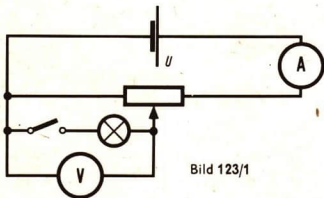

Bild 123/1
1. a) Baue entsprechend dem Bild 123/1 aus dem Spannungsteiler, der Glühlampe (6 V; 0,05 A oder 0,1 A), dem Strommesser, dem Spannungsmesser und dem Schalter eine Spannungsteilerschaltung auf! Lege an den Spannungsteiler eine Spannung U von etwa 10 V bis 12 V!